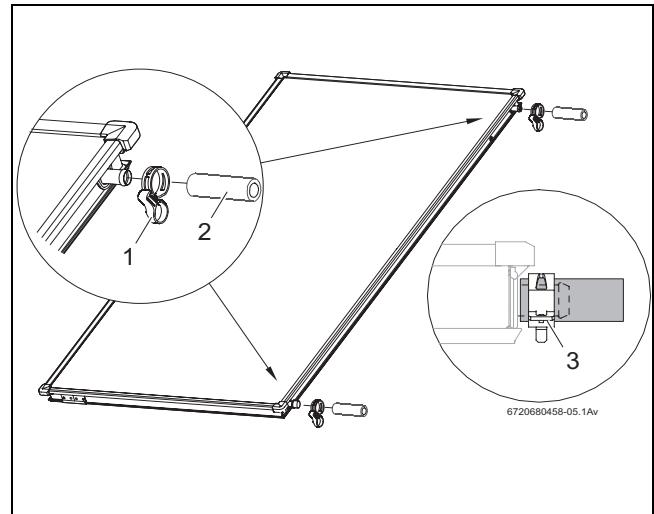

Bild 34 Verbindungs-Set am zweiten Kollektor vormontieren
- ▶ Solarschläuche 95 mm (Bild 34, [2]) auf die rechten Anschlüsse des zweiten und aller weiteren Kollektoren schieben.
- ▶ Federbandschellen (Bild 34, [1]) über den Solarschlauch schieben (die zweite Schelle sichert später den Anschluss des anderen Kollektors).
- ▶ Wenn die Federbandschelle richtig sitzt, den Sicherungsring ziehen, um die Verbindung zu sichern (Bild 34, [3]).